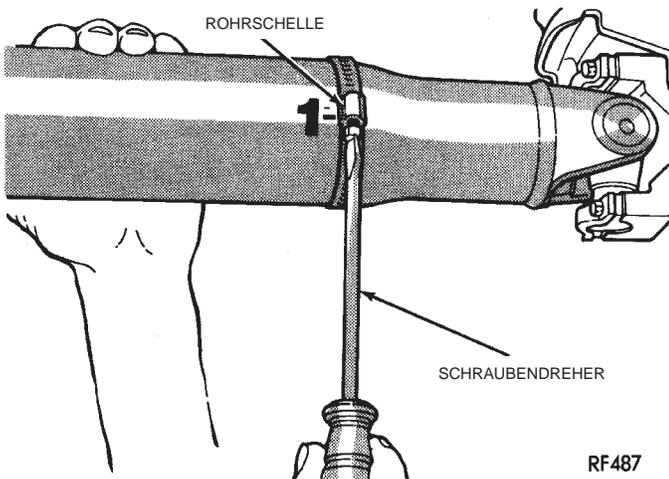

Abb. 6 Rohrschelle an Position 1
- (1) Fahrzeug anheben.
- (2) Gelenkwelle und Kreuzgelenke von Schmutz und Fremdkörpern (Unterbodenschutz, verkrusteter Schmutz etc.) reinigen.
- (3) Prüfen, ob Ausgleichsgewichte abgerissen oder Schweißnähte aufgebrochen sind. **Falls die Gelenkwelle verbogen ist, muß sie komplett ausgetauscht werden.**
- (4) Kreuzgelenke auf Verschleiß, richtigen Einbau und korrekte Ausrichtung mit der Gelenkwelle prüfen.
- (5) Prüfen, ob die Befestigungsschrauben an den Sicherungsbügeln der Kreuzgelenke mit dem vorgeschriebenen Anzugsmoment festgezogen sind.
- (6) Räder abbauen. Die Radmuttern wieder aufschrauben, um die Bremstrommeln oder Brems Scheiben zu fixieren.
- (7) Das Rohr der Gelenkwelle etwa 15 cm (6 Zoll) vor der Schweißnaht der Gelenkgabel mit vier nummerierten Markierungen versehen (im Abstand von je 90°).
- (8) Motor starten und Gas geben, bis die Vibrationen auftreten. Die Intensität der Schwingungen und die Drehzahl, bei der sie auftraten, notieren. Motor abstellen.
- (9) Eine Rohrschelle an Position 1 montieren (Abb. 6).